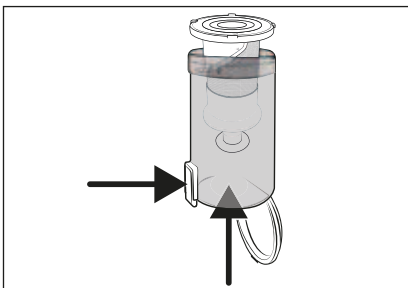

Fig. 18
- 3) Tag filteret af rustfrit stål **5** ud af støvbeholderen **6** ved at trykke på oplåsningsknappen til støvbeholderdækslet **7**. Skub så filteret af rustfrit stål **5** ud af støvbeholderen **6** nedefra (se fig. 18).